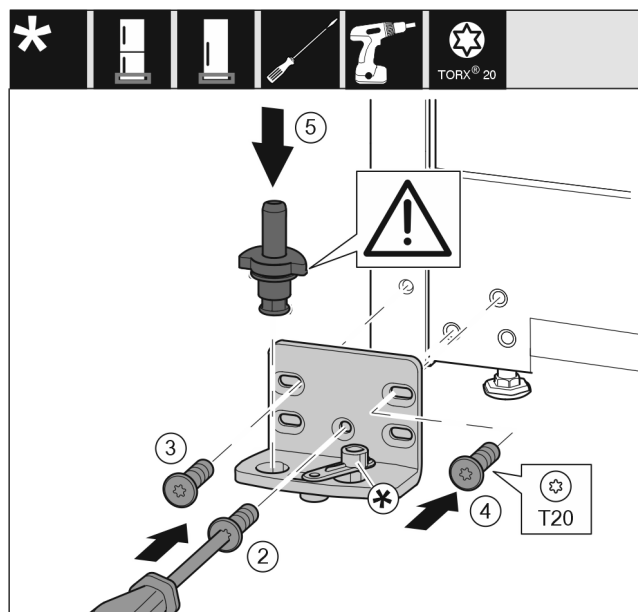

Fig. 16
- ▶ 将托架安装到另一侧，并借助 T20 螺丝刀旋紧。用螺钉 2 从底部的中心开始。 Fig. 16 (2)
- ▶ 拧紧螺钉 3 和 4。 Fig. 16 (3,4)
- ▶ 将轴承螺栓完全装入。同时注意止动凸轮需指向后方。 Fig. 16 (5)